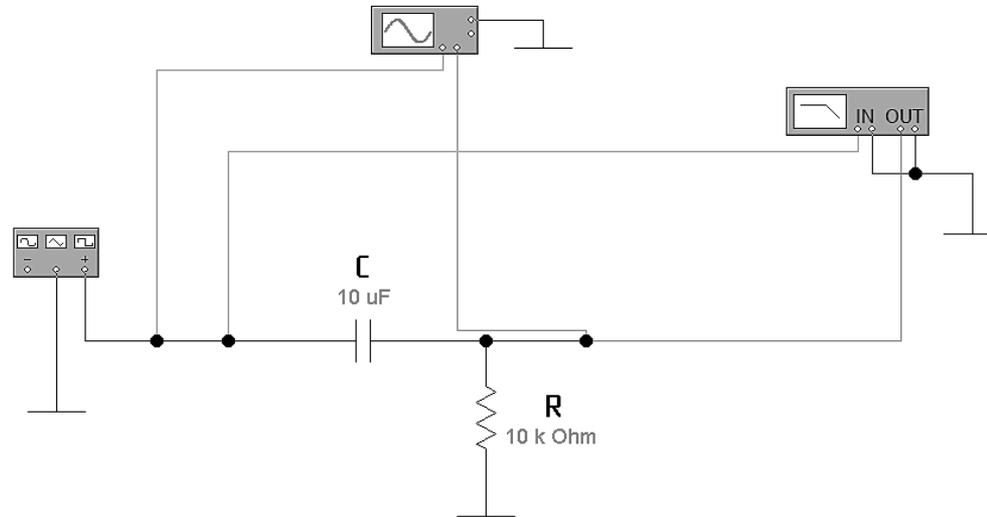

Рис. 7. Схема для анализа работы фильтра
1. Собрать схему рис. 7.
3. Поменяйте в схеме рис. 7 местами  $R$  и  $C$  и снимите осциллограммы на входе и выходе фильтра при синусоидальной, пилообразной и прямоугольной форме напряжений, так же логарифмические амплитудные и фазовые частотные характеристики.